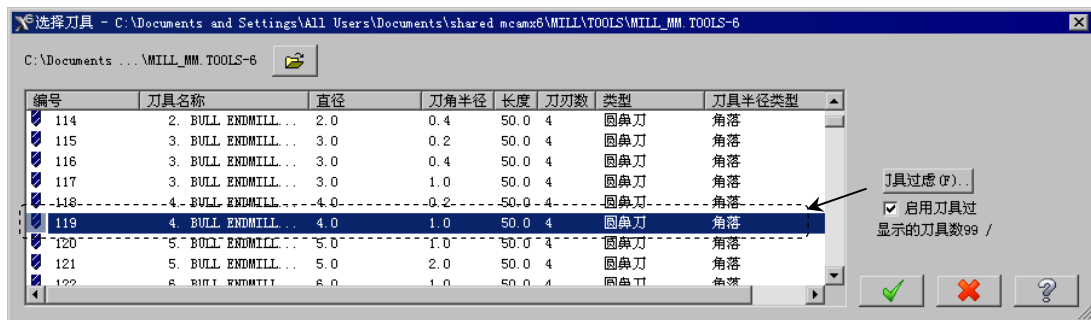

图 7.11 “选择刀具”对话框
Step4. 选择刀具。在“曲面残料粗加工”对话框中，单击 **选择刀具...** 按钮，系统弹出图 7.11 所示的“选择刀具”对话框，在该对话框中的列表框中选择图 7.11 所示的刀具。单击  按钮，关闭“选择刀具”对话框，系统返回至“曲面残料粗加工”对话框。